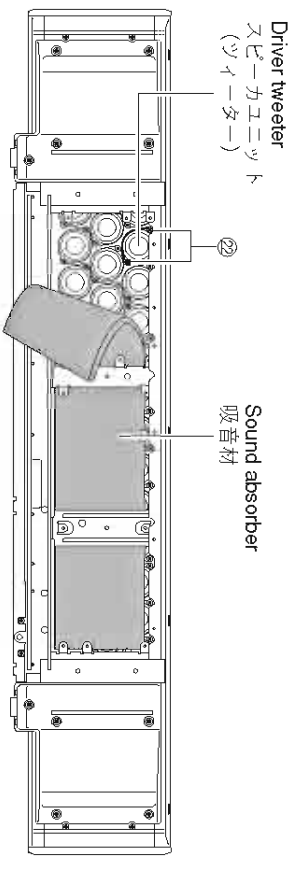

Fig. 9
- Remove 2 screws/piece (⑭). (Fig. 9)
- Remove the driver tweeter. (Fig. 9)
- ⑭のネジ2本/個を外します。(Fig. 9)
- スピーカーユニット(ツイーター)を取り外します。(Fig. 9)